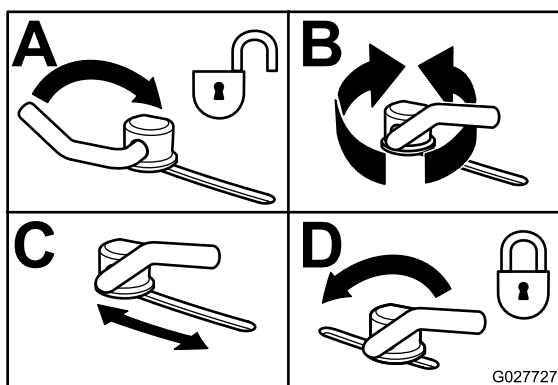

Figure 32
- Pour régler les verrous à came, soulevez le levier pour desserrer le verrou (Figure 32).
- Repoussez le levier à sa position d'origine pour serrer le déflecteur et les verrous (Figure 32).